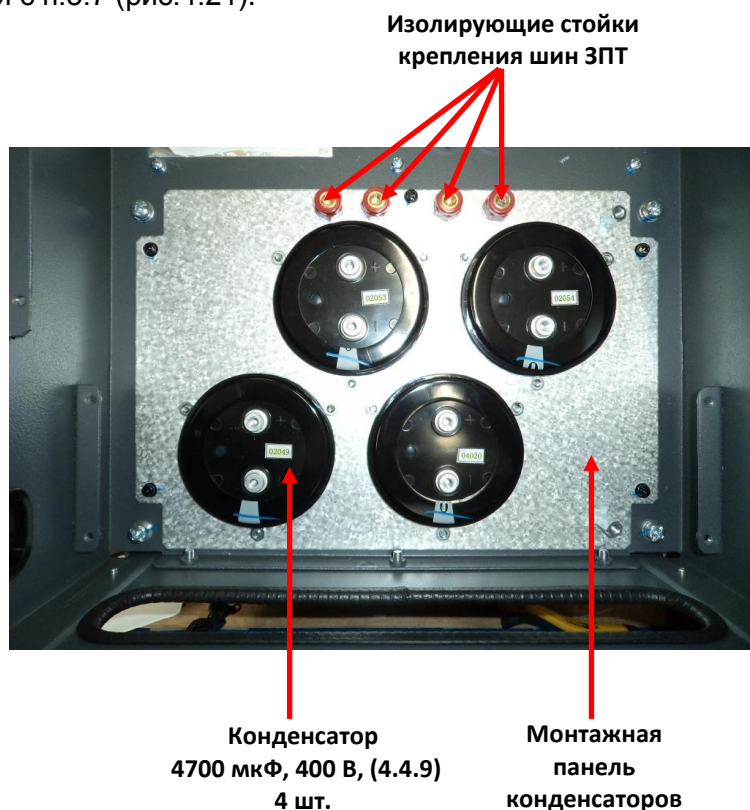

Рис.4.21
- 4.12.14. Демонтировать монтажную панель с электролитическими конденсаторами в соответствии с п.5.7 (рис.4.21).